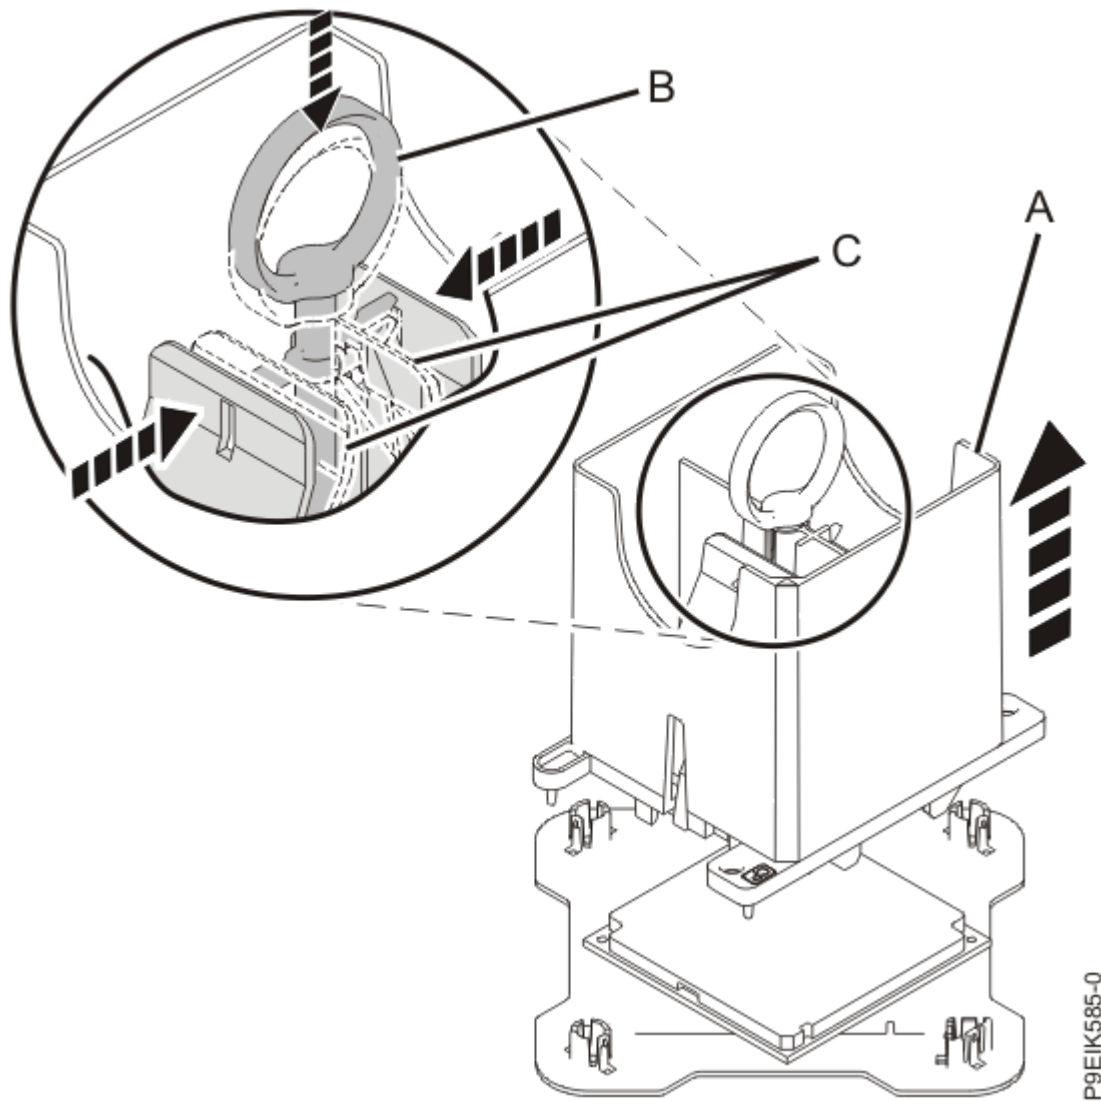

Abbildung 12. Systemprozessormodul und Werkzeug trennen
6. Entriegeln Sie das Systemprozessormodul, indem Sie den Ring **(B)** nach unten drücken. Halten Sie den Ring **(B)** nach unten, während Sie die blauen Hebel **(C)** nach innen drücken (siehe Abbildung 12 auf Seite 15). Stellen Sie sicher, dass der Ring an den Öffnungen auf den blauen Hebeln einrastet und dass sich die blauen Hebel in einer festen Position befinden.